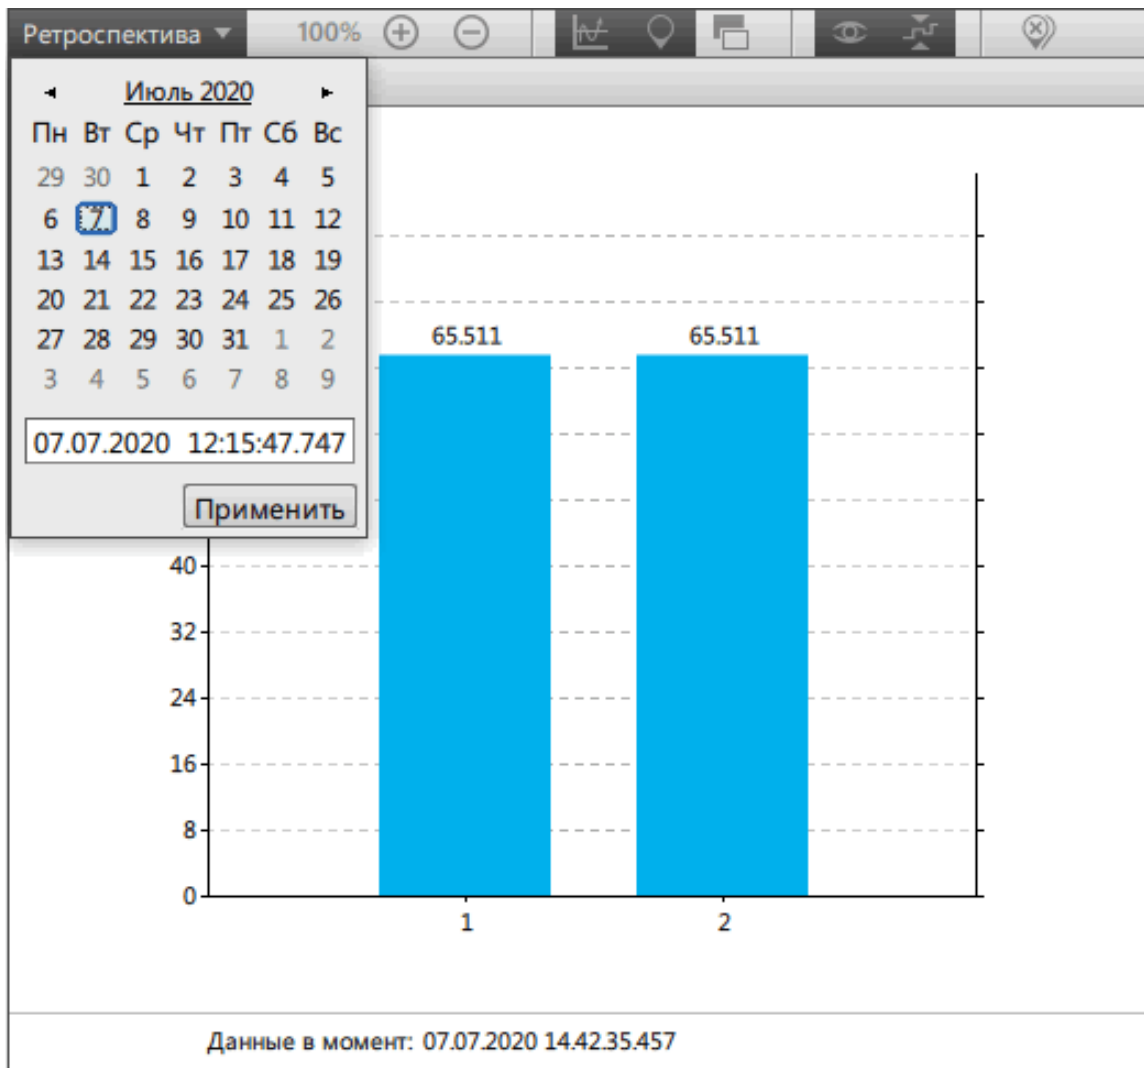

Рисунок 71 - Режим «Ретроспектива»
- 1. Мгновенные значения.** Выбор интервала агрегации будет заблокирован. Станет доступным режим **Ретроспектива** (Рисунок 71), при котором отображаются мгновенные значения за указанный момент времени. Режим мониторинга при этом отключится.